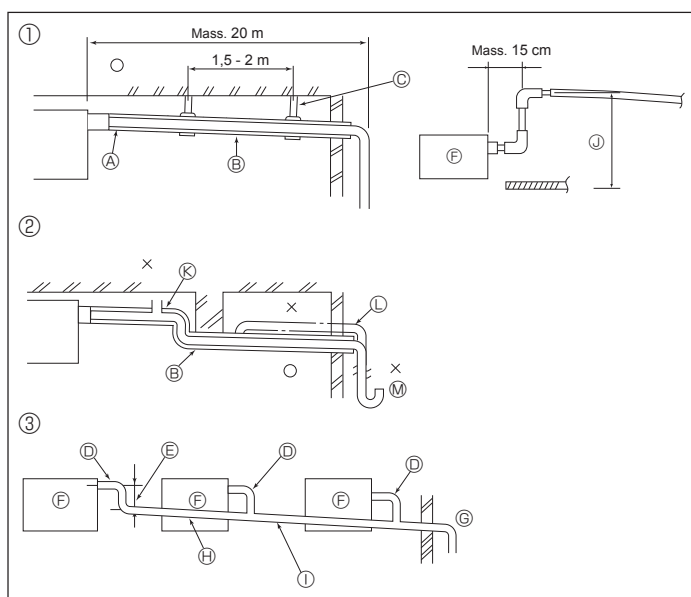

Fig. 5-1
5.1. Installazione della tubazione di drenaggio (Fig. 5-1)
- ① Tubazione corretta
- ② Tubazione non corretta
- ③ Tubazioni raggruppate